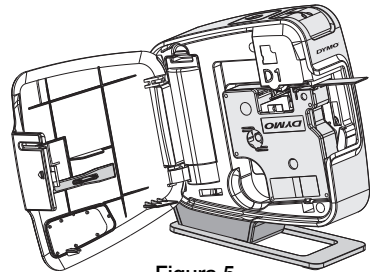

Figura 5
- 3 Introduzca el cartucho y presione ligeramente hasta que se acople en su sitio. Consulte la Figura 5.